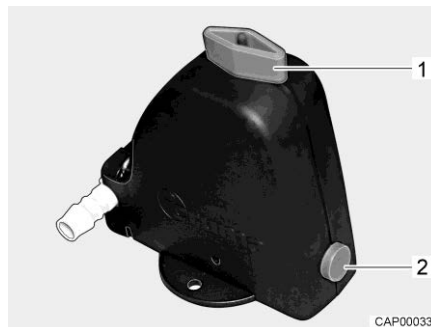

Fig. 279 Valve de sécurité et de vidange (Truma)
- Ouvrir la valve de sécurité et de vidange (Truma). Tourner le bouton rotatif (Fig. 279,1) dans le sens longitudinal par rapport à la valve de sécurité et de vidange. Le bouton-poussoir (Fig. 279,2) ressort.